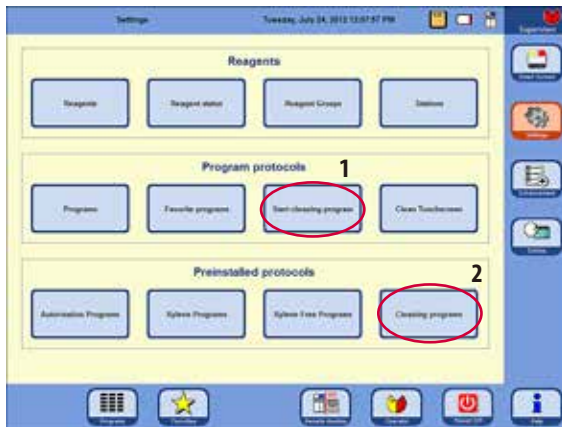

Bild 213
I den här menyn kan du visa och starta de definierade rengöringsprogrammen (1 – bild 213).
**RAPID PROTOCOLS** (snabbprotokoll) för att öppna motsvarande fönster (2, bild 213).